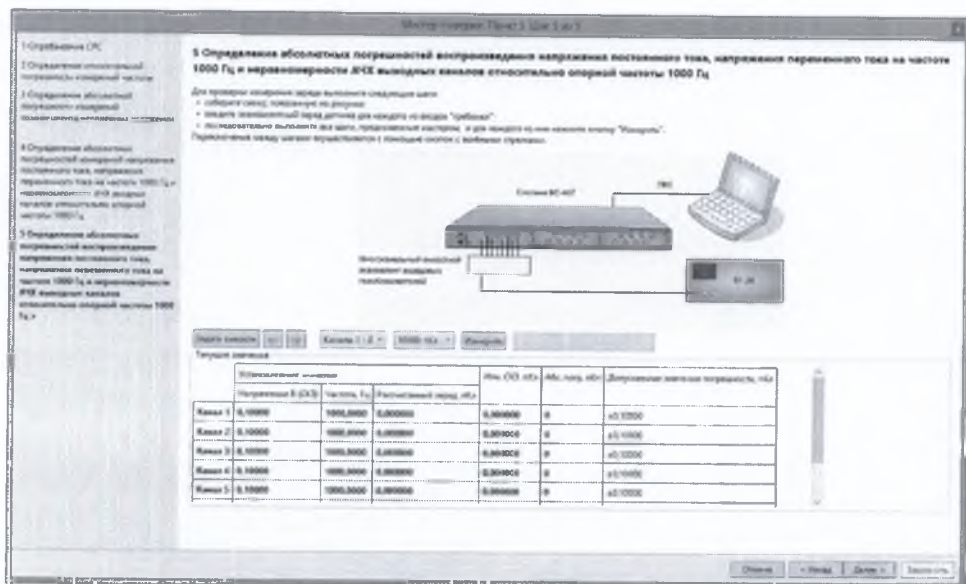

Рисунок 7.3.10
7.3.5.2 Собрать схему, изображенную в окне мастера поверки (рисунок 7.3.10). Выбрать в выпадающем списке над таблицей верхний предел измерений заряда (амплитудное значение) 10000 пКл.